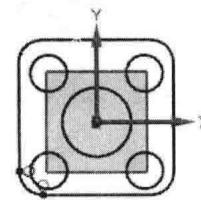

图 1.4.7 绘制圆角
Step4. 选择下拉菜单 **插入(S)** → **曲线(C)...** → **圆角(F)...** 命令，绘制图 1.4.7 所示的四个圆角。